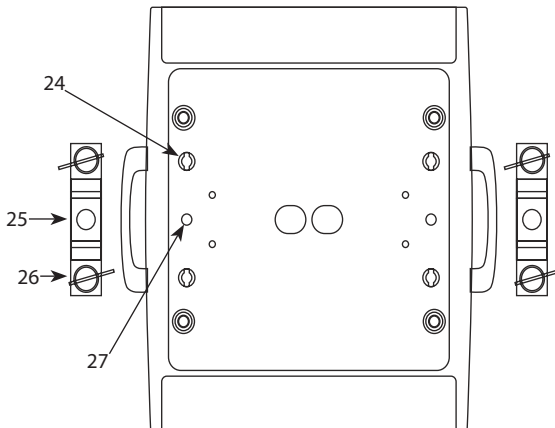

Fig. 4
Il V575SPOT può essere collocato su un piano solido. Inoltre, grazie alle possibilità di fissaggio della piastra alla base (vedi fig. 4), l'unità può essere montata anche a testa in giù, su una traversa. Per il fissaggio occorrono dei supporti robusti per il montaggio. Avvitare i supporti direttamente nelle filettature M10 (27) oppure fissarli alle staffe di montaggio (25) in dotazione, i cui perni (26), come si vede nell'illustrazione, vengono inseriti nelle apposite sedi (24) della piastra dove vengono bloccati con una rotazione in senso orario (fino all'arresto). L'area di collocazione deve avere una stabilità sufficiente a supportare almeno 10 volte il peso dell'unità.